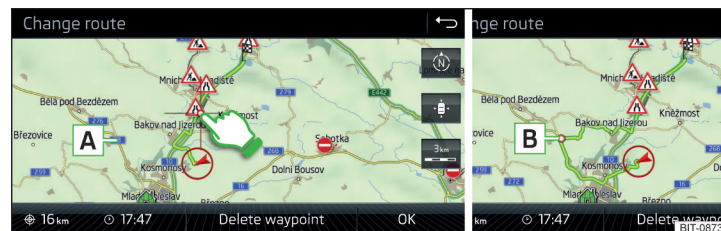

Fig. 228 Cambio de ruta en el mapa / Punto de paso de la ruta
- Tocando la pantalla en el área de ruta y desplazar el cruce sobre el lugar deseado en el mapa (p.ej. [A] » fig. 228).
El punto de paso [B] es insertado en la ruta » fig. 228.